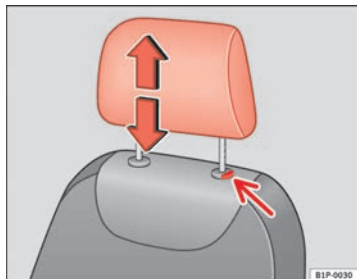

Fig. 90 Regulação ou desmontagem dos encostos de cabeça
- Premir o botão ⇒ fig. 90 (seta).